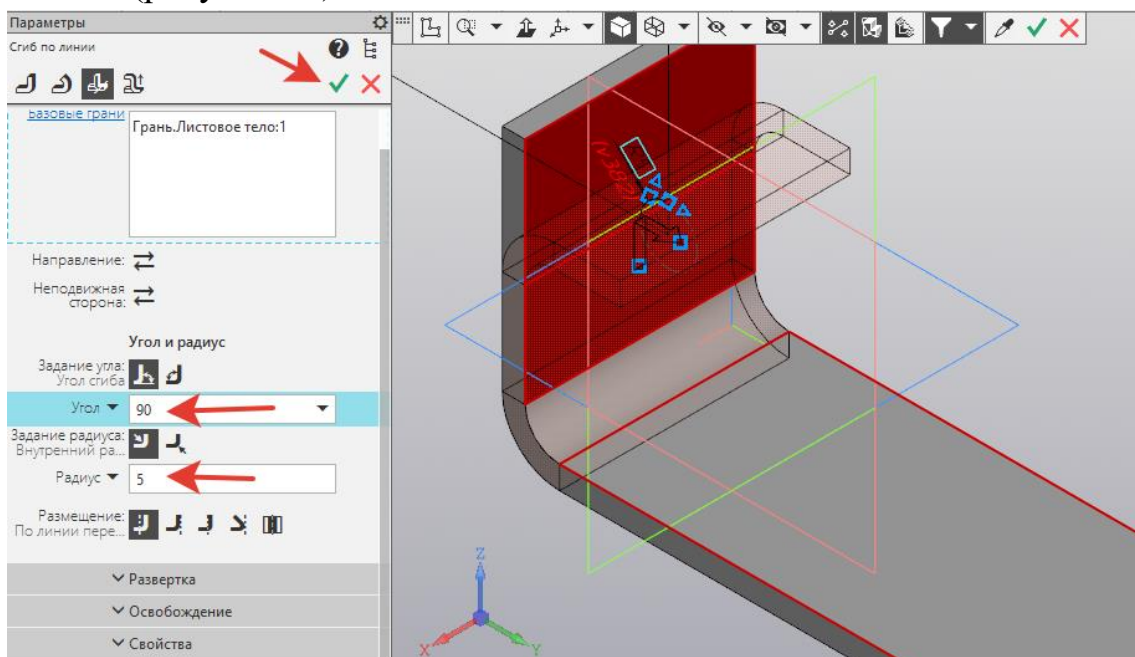

Рисунок 46.
11. В панели *Параметры* задать: *Угол* – 90, *Радиус* – 5. *Создать объект*  (рисунок 46).